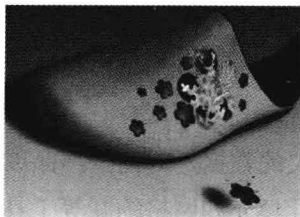

图 1-8 动态造型建模
**动态造型建模**——在设计流程的各个阶段试验各种造型。快速对模型进行操作,从而探究各种三维外形,无须重建几何图形,或在设计审阅中进行实时变更,如图 1-8 所示。利用以下强大的工具动态调整对象的形状: